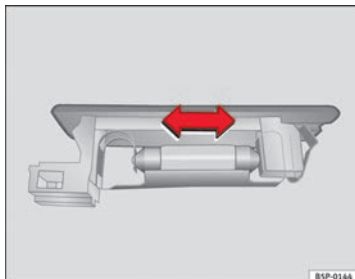

Abb. 168 Gepäckraum-
- Drücken Sie die Lampe zur Seite und nehmen Sie sie aus ihrer Halterung heraus ⇒ Abb. 168. ■